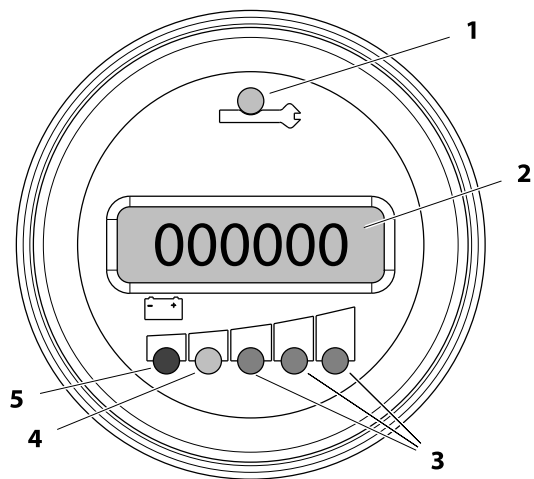

Figura 3-3. Indicador MDI
- Un LED con el **icono de llave (artículo 1)** se iluminará. (ver la Figura 3-3.)